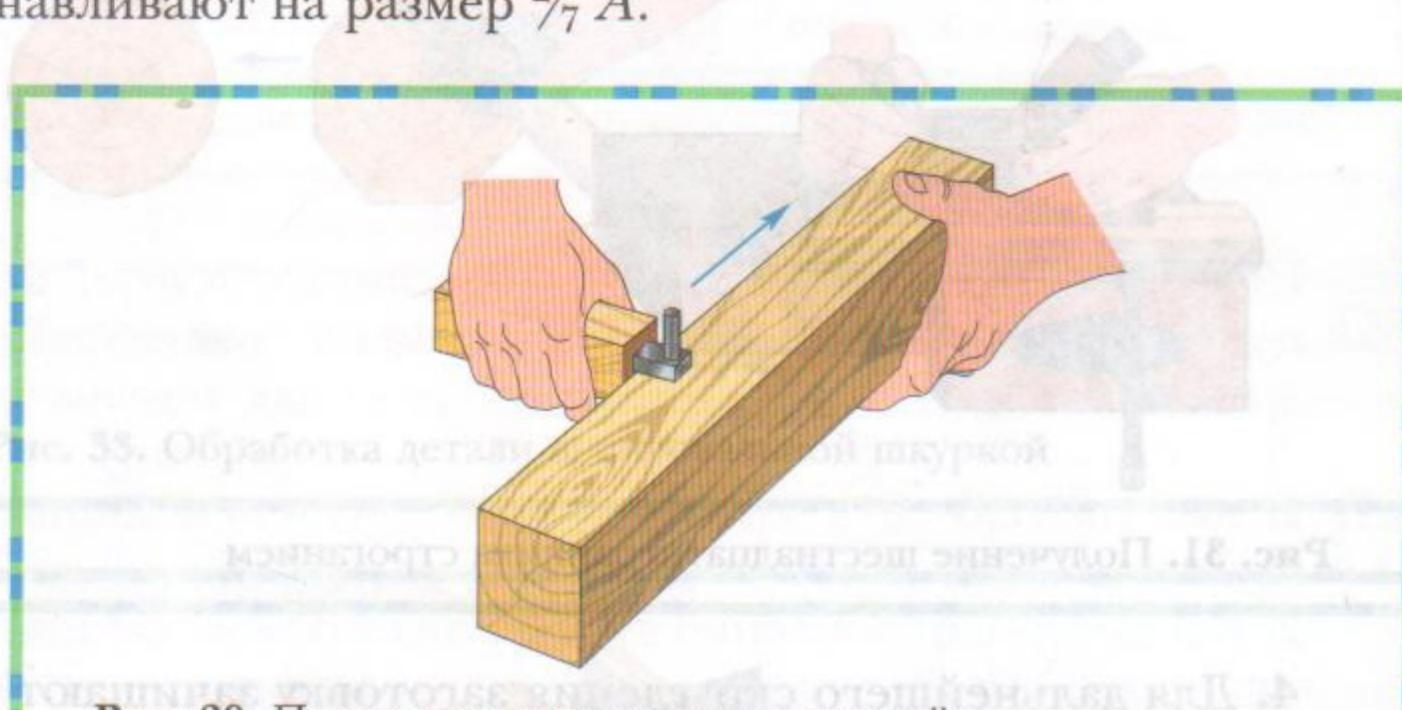

Рис. 29. Проведение разметочных линий
1. На каждой пласти заготовки с помощью рейсмуса проводят вдоль кромок две разметочные линии (рис. 29). Рейсмус устанавливают на размер $\frac{2}{7} A$.